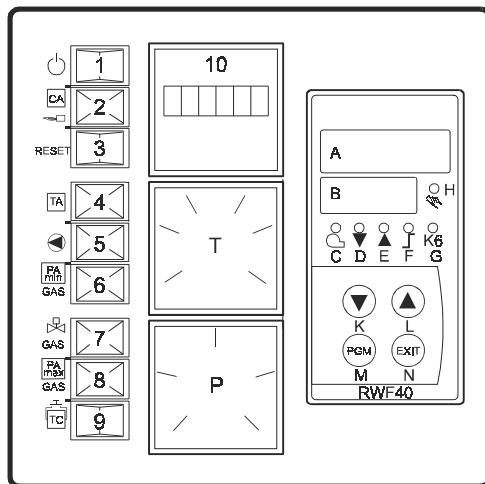

Рис. 24 Панель управления для исполнения с электронным плавным Регулированием (исполнение EM)
- e Микроамперметр с пределами измерения от 0 до 50 мкА включите последовательно в цепь обнаружения пламени (см. рис. 24). При измерении ионизации главная горелка должна оставаться выключенной. Для того, чтобы добиться этого, отсоедините сетевой газовый клапан путем удаления электрической перемычки (4а). Удалите перемычку ионизации (5). Присоедините черный провод (-)(A) микроамперметра к самому слаботочному контакту перемычки (B) (см. рис. 24). Присоедините красный провод (+)(C) микроамперметра к слаботочному контакту ионизирующего колпачка (D). При ионизации вспомогательной горелки показание должно быть не менее 5 мкА в течение 10 секунд. Восстановите первоначальное состояние проводников, подключаемых к главному газовому клапану. Повторите операцию контроля, включив максимальный режим работы котла. Убедитесь в том, что показание микроамперметра составляет по меньшей мере 5 мкА спустя 10 секунд.